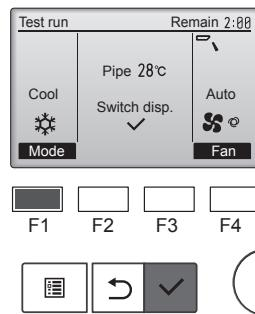

Fig. 8-3
- ① Nacisnąć przycisk [F1], aby zmienić tryb pracy. (Fig. 8-3)